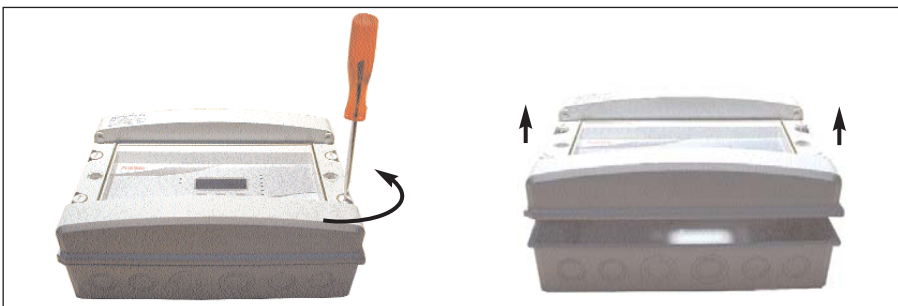

fig. 8
3. Draai de 4 schroeven met een aangepaste platte schroevendraaier los. Verwijder het deksel van de behuizing. (fig. 8)